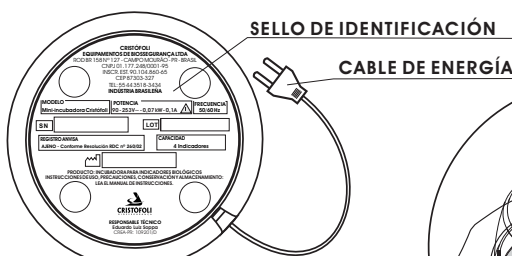

Fig.3
1► El voltaje de funcionamiento de la Mini-incubadora Cristófoli es de 90V a 253V (selección de voltaje automático) como informado en sello de identificación fijado en la parte de abajo del equipo (Fig. 3). Hay que certificarse de que el **voltaje** de la red eléctrica donde será instalada esté de acuerdo con esos valores. **¡OJO!** La no observación de ese procedimiento podrá dañar su aparato. Cristófoli no se responsabiliza por daños causados por instalaciones y/o voltaje incorrectas.
- **CABLE DE ENERGÍA** - Usado para conectar a la red eléctrica (Fig. 3).
- **SELLO DE IDENTIFICACIÓN** - Fijado en la parte interior del gabinete. Su función es identificar los datos técnicos de la Mini-incubadora (Fig. 3).